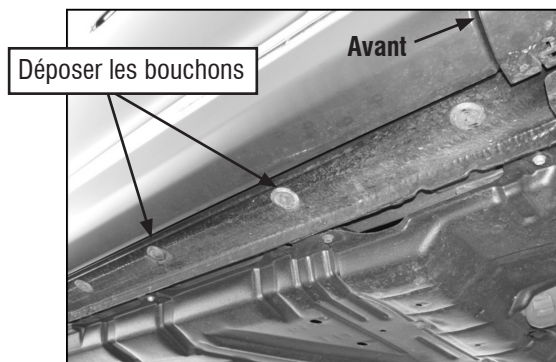
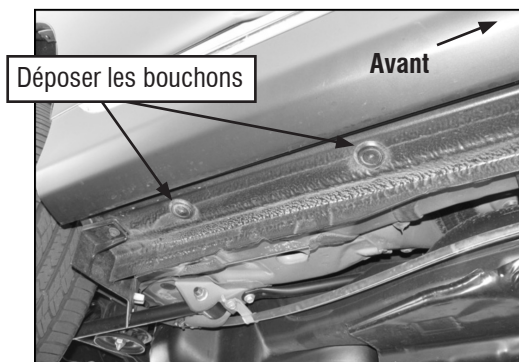

Fig. 1
Fig. 2
En commençant par le côté passager avant du véhicule, localiser et déposer les 2e et 3e bouchons en caoutchouc ronds d'origine situés en dessous de la carrosserie, le plus près de l'ouverture du pneu avant (fig. 1). Au niveau du côté passager arrière du véhicule, localiser et déposer les (2) derniers bouchons en caoutchouc d'origine situés en dessous de la carrosserie, le plus près de l'ouverture du pneu arrière (fig. 2).